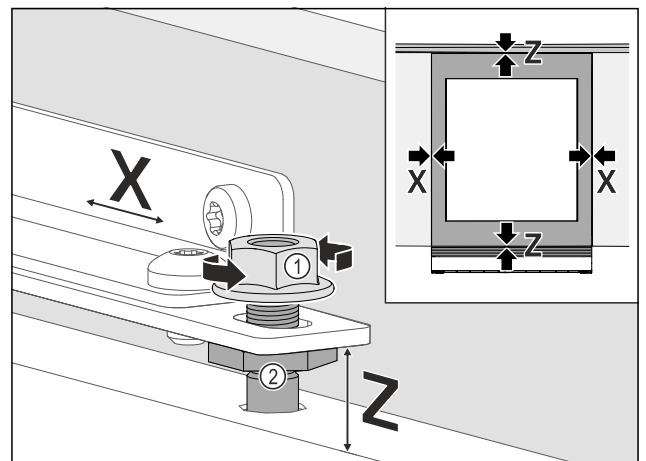

Fig. 94
- ▶ Вирівняйте меблеві дверцята збоку: Послабте контргайку Fig. 94 (1), посуňte меблеві дверцята у напрямку X.
- ▶ Затягніть контргайки Fig. 94 (1).
- ▶ Вирівняйте меблеві дверцята по висоті Y, а також їхній боковий нахил: Виконайте налаштування Fig. 94 (2) за допомогою регульовальних гвинтів.